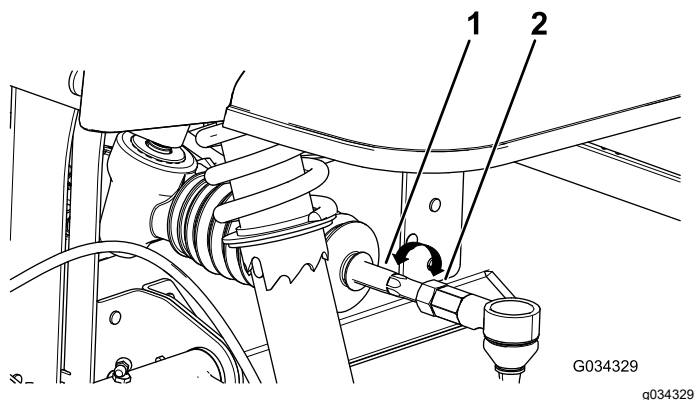

Figure 48
4. Si les mesures ne sont pas comprises entre 0 et 3 mm, desserrez les écrous de blocage aux extrémités extérieures des biellettes (Figure 48).